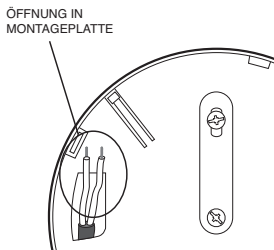

Abbildung 9b
2. Ziehen Sie das Kabel durch die Öffnungen in der Montageplatte (bevor Sie diese an die Decke schrauben), siehe Abbildung 9b.